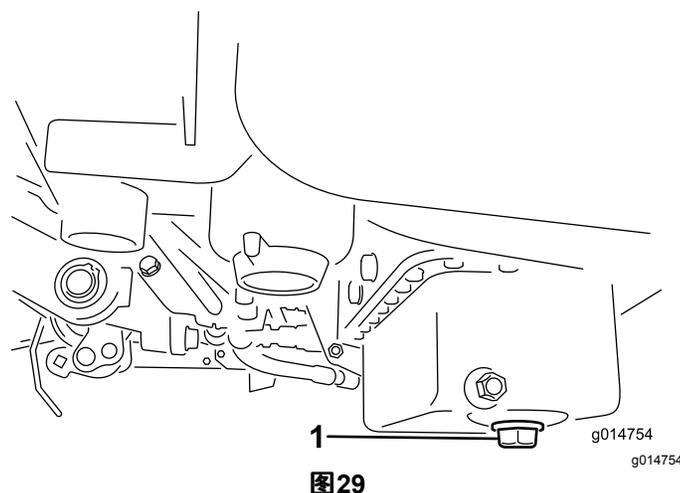

图29
1. 拆下排油塞、让油流入放油盘。油不再流时、安装排油塞 图29。